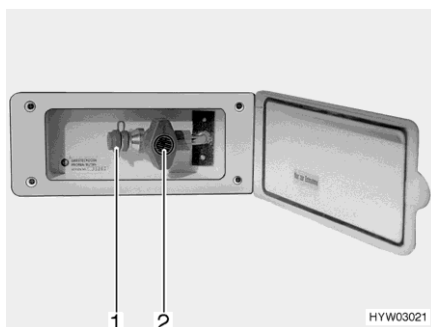

Fig. 79 Toma exterior de gas (válvula de paso de gas cerrada)
- Conectar el aparato de gas externo en el punto de conexión (Fig. 79,1).
- Abrir la válvula de paso de gas (Fig. 79,2).